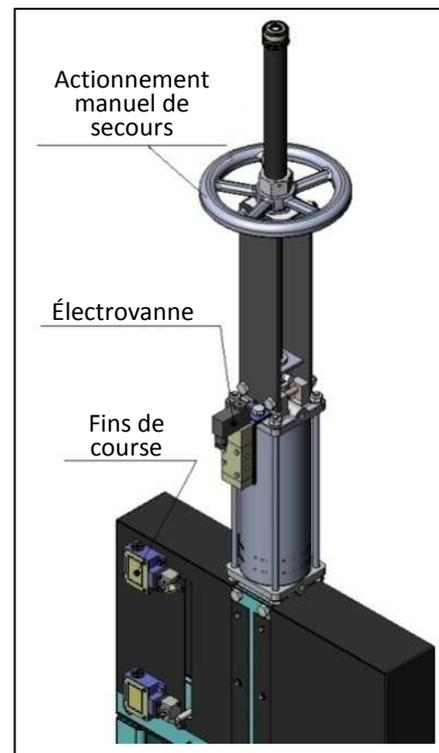

fig. 18
**-Fins de course mécaniques, détecteurs inductifs et positionneurs (fig. 18) :**
**- Électrovannes (fig. 18) :**
Il permet d'agir manuellement sur la vanne en cas de manque d'énergie ou d'air (fig. 18)